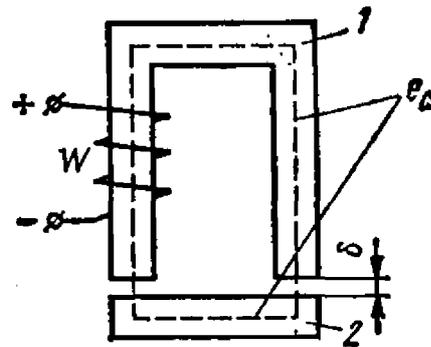

Рис. 9.21
9.21. Магнитопровод 1 и ярмо 2 электромагнита (рис. 9.21) выполнены из стали одинакового сечения $S_c = 2,5$ см² и имеют суммарную длину $l_c = 0,3$ м. Определить силу F , с которой ярмо притягивается к магнитопроводу, если ток в обмотке $I = 1,8$ А, число витков обмотки $\omega = 110$, длина воздушного зазора $\delta = 0,025$ мм. Магнитная характеристика стали задана в табл. 9.6.